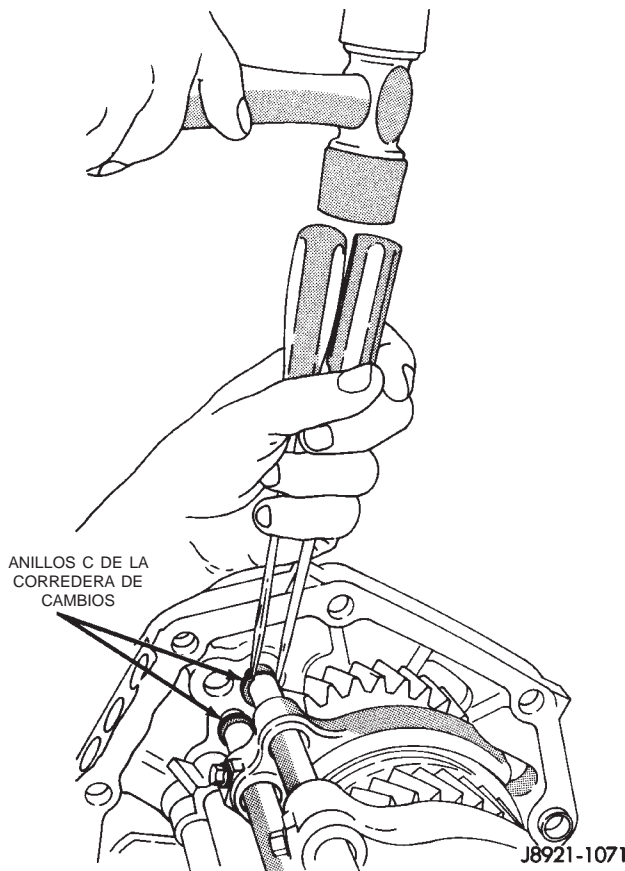

Fig. 69 Desmontaje del anillo C de la corredera de cambios
(21) Retire los anillos C de las correderas de cambios 1-2 y 3-4 con dos destornilladores de igual tamaño y longitud (Fig. 69).